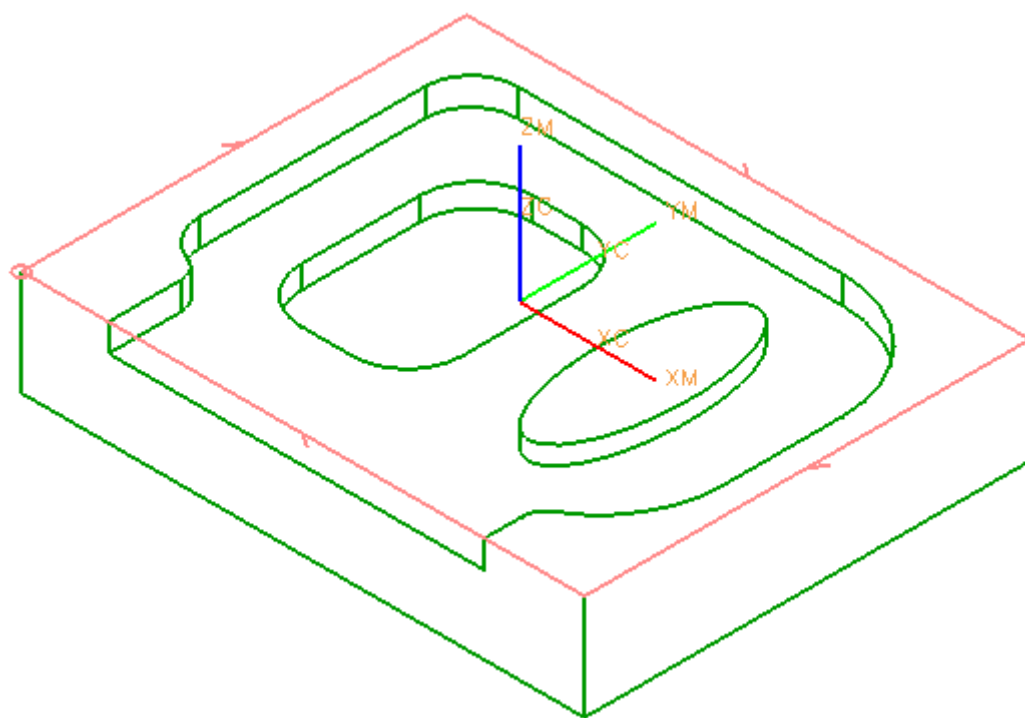

图 8-79
- 单击 , 指定如图 8-79 所示的毛坯边界, 单击确认。